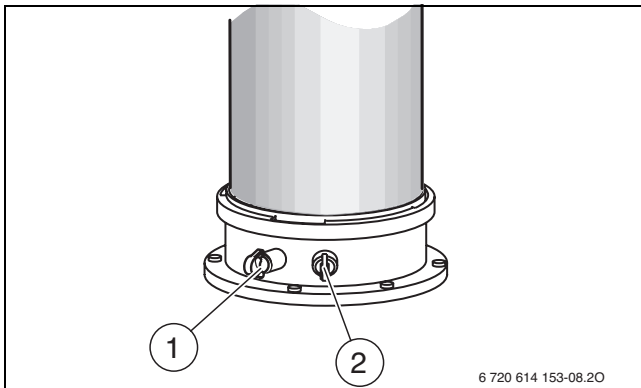

Bild 46
- ▶ Verschlussstopfen am Verbrennungsluft-Messstutzen [2] entfernen (→ Bild 46).
- Verschlussstopfen am Abgasmessstutzen [1] entfernen (→ Bild 46).